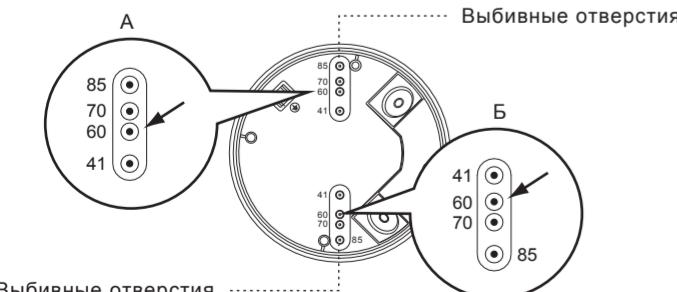

Рис. 13-А
4.4.3.1 На распределительной коробке имеются 4 пары мест для выбивания отверстий с различными расстояниями между ними (от 41 мм до 85 мм), которые можно выбрать для различных вариантов монтажа (см. рис. 13-А). Выберите два одинаковых числа с обоих концов для соответствующего расстояния для закрепления (см. рис. 13-В).